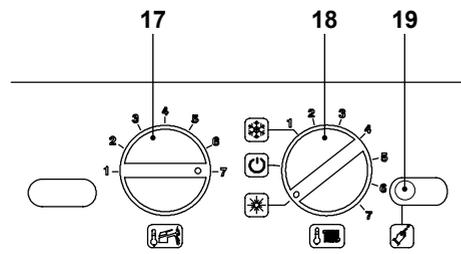

Figura 9.16
- Posizionare le manopole del pannello comandi come indicato in Figura 9.16.
- Per entrare nella modalità Spazzacamino bisogna entrare in programmazione premendo per 15 secondi il pulsante di ripristino 19 in Figura 9.16 fino alla comparsa del parametro **P01** sul display LCD; sul display LCD compare la seguente visualizzazione (la sequenza **P01** si alterna --- --).
- Premere il pulsante di ripristino 19 in Figura 9.16 per lo scorrimento dei vari parametri sino al raggiungimento del parametro **P09** valido per il settaggio modalità Spazzacamino; sul display LCD compare la seguente visualizzazione (la sequenza **P09** si alterna a **00**).